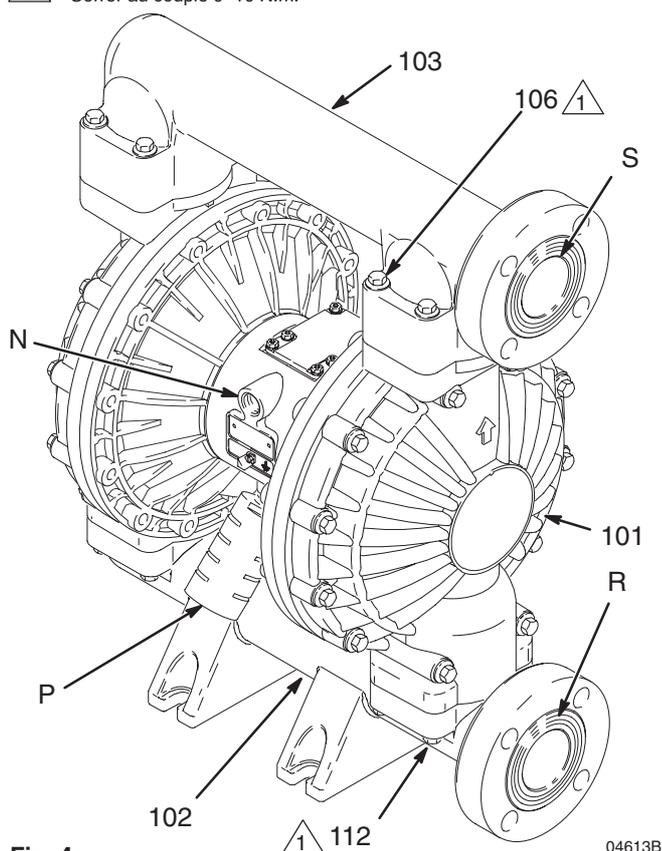

Fig. 4
La pompe est livrée avec les orifices d'entrée (R) et de sortie (S) dans le même sens. Voir Fig. 4. Pour inverser le sens de l'orifice d'entrée et/ou de sortie:
1. Retirer les vis (106 et 112) maintenant le collecteur d'entrée (102) et/ou de sortie (103) sur les carters (101).